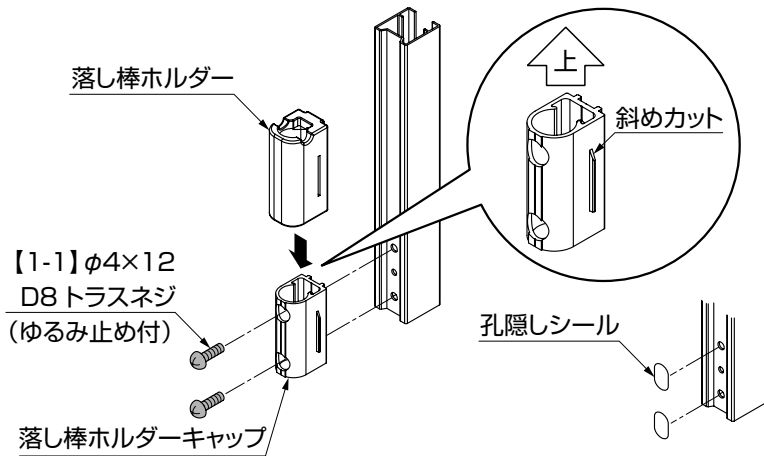

図3-1 家側
- ① 本体の家側の縦棧に、落とし棒ホルダーを斜めカットを上にして、【1-1】で固定してください。(図3-1参照)
- ② 落とし棒ホルダーキャップを、上からはめ込んでください。(図3-1参照)